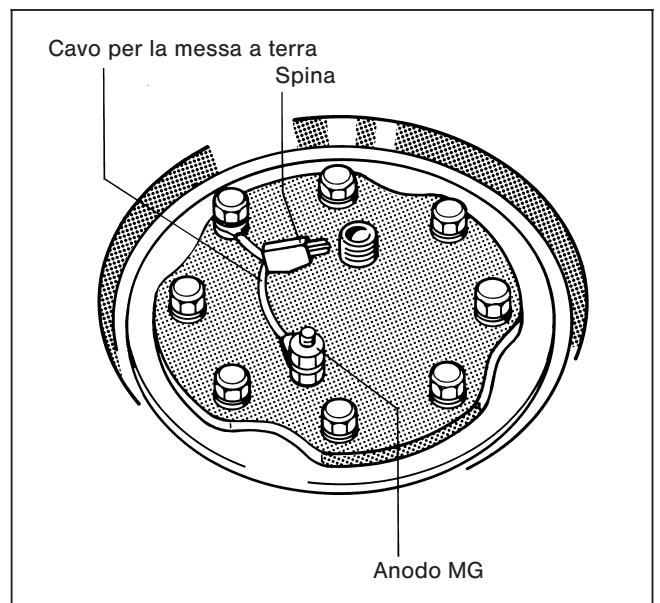

Fig. 9
- Collegare la spina del cavo per la messa a terra con il cavo dell'apparecchio di regolazione (Fig. 9).